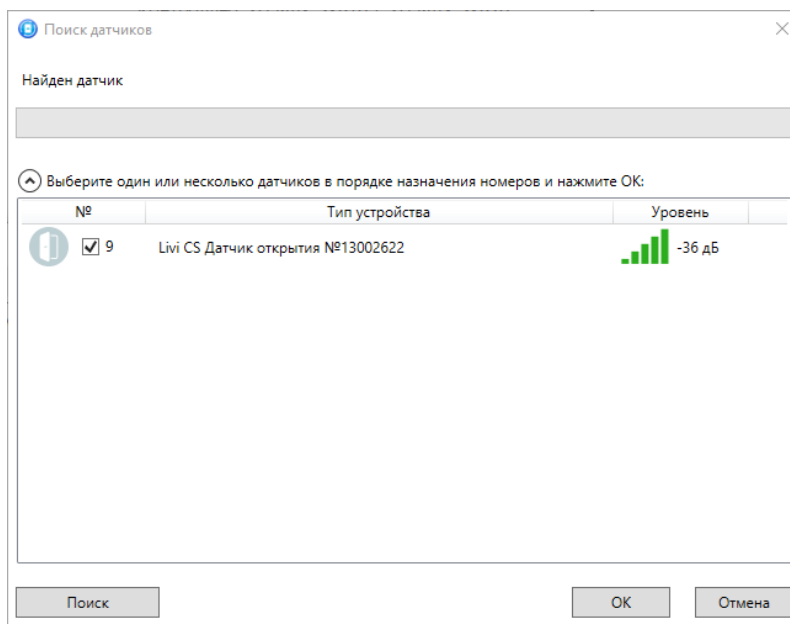

Рисунок 4.45 — Поиск радиоустройства
4. В следующем окне (см. рисунок 4.45) будет отображён список устройств, доступных для связывания в радиусе действия радиоканала. Если подключаемого устройства нет в списке, то его следует повторно перевести в режим связывания (любое устройство Livi находится в режиме связывания ровно 60 секунд).